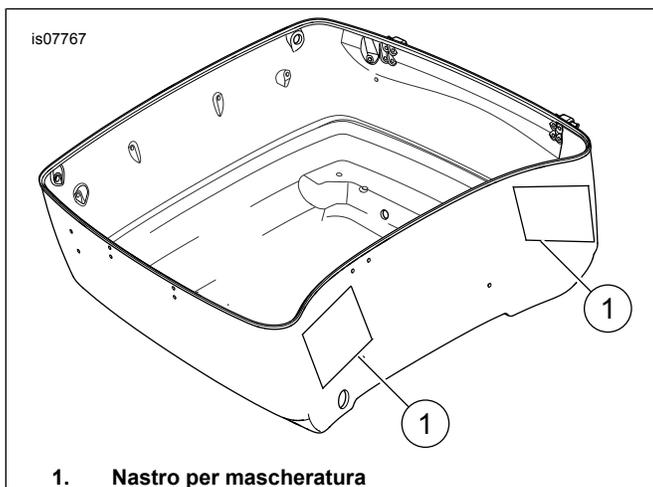

Figura 1. Posizioni di montaggio delle sedi degli altoparlanti
1. Vedere Figura 1. Applicare del nastro per mascheratura alle aree di montaggio degli altoparlanti (1).